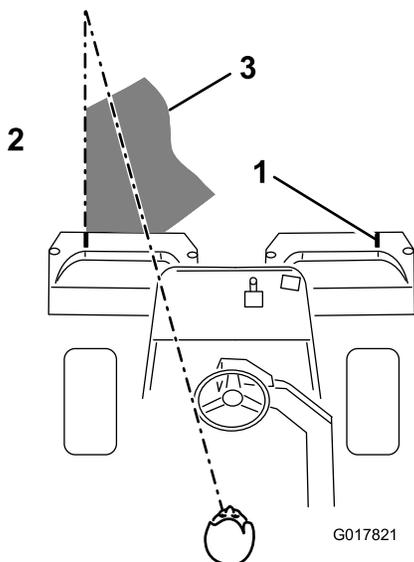

图38
- 掉头回来的下一道，请与前一道保持最小的交叠量。为了保持以直线方式穿过果岭，并使得机器与此前剪草的边缘保持等距，请在机器前到果岭未剪部分的边缘虚构一条长约 1829~3048mm 的视线（图38）。有人发现，将方向盘的外缘看作视线的一部分非常有用；即让方向盘边缘对准与机器前面始终保持等距的某个点（图38）。